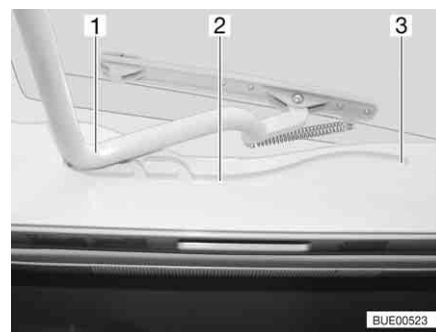

Fig. 62 Lanterneau Heki, glissière
- Tirer l'étrier (Fig. 62,1) dans les glissières (Fig. 62,2) jusque dans la position la plus reculée (Fig. 62,3).
- Pousser l'étrier (Fig. 62,1) légèrement vers le haut avec les deux mains.
- Tirer l'étrier dans les glissières (Fig. 62,2) jusqu'à la position souhaitée.